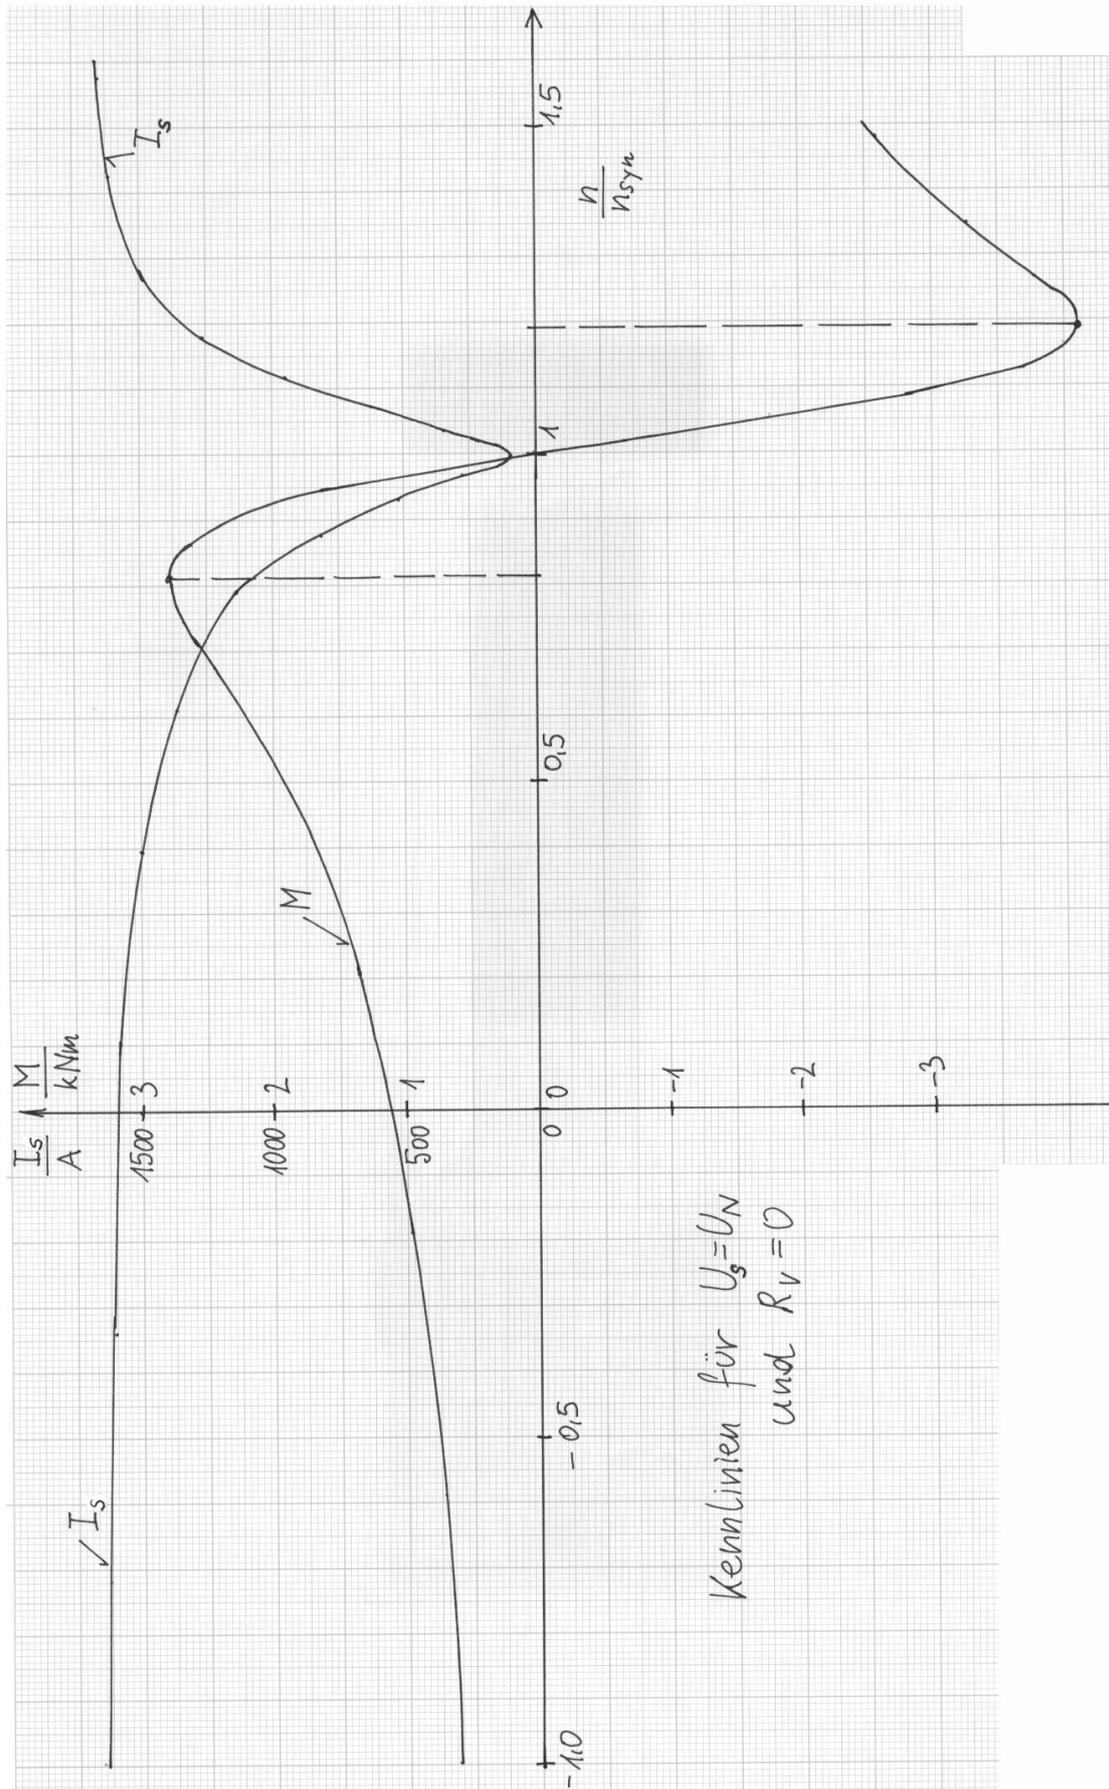

Bild 2.9-3: Gemessene Kennlinie $M = f(n/n_{syn})$ und $I_s = f(n/n_{syn})$ für Läuferkurzschluss bei Nennspannung
Auf beiliegendem Kurvenblatt Bild 2.9-3 sind die gemessenen Kennlinien $M = f(n/n_{syn})$ und $I_s = f(n/n_{syn})$ gegeben.
1) $M_1 = 2.5 \text{ kNm}$ ist laut Bild 2.9-3 bei Schlupf $s_1 = 0.12$ and $s_2 = 0.3$ zu finden. Mit $s_1 = 0.12$ als gewähltem Startschlupf zum genannten Anfahrmoment, nimmt das Beschleunigungsmoment für $0 < s < 1$ stetig vom Startwert $M_1 = 2.5 \text{ kNm}$ ab, während für $s_2 = 0.3$ das Moment bis M_b zunimmt! Anfahren ist dadurch schneller und kräftiger, weswegen $s_2 = 0.3$ gewählt wird.
2) Anzugsstrom I_{s1} : laut Bild 2.9-3 ist $I_s(s_2 = 0.3) = \underline{\underline{1250 \text{ A}}}$.
3) $I_{sN} = 264 \text{ A} \rightarrow s_N = 3\%$ gemäß der Kurve in Bild 2.9-3.
mit $R_v = 0.033 \Omega$: $s = 0.58$ Bremsmoment: $M(s = 0.58) = M_{brems} = \underline{\underline{1700 \text{ Nm}}}$ nach Bild 2.9-3.
5) Bild 2.9-3 ergibt bei $s_N = 3\% \rightarrow M_N \approx 900 \text{ Nm}$! Mechanische Ausgangsleistung ist nur um die Verluste kleiner als die elektrische Eingangsleistung.